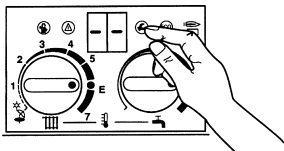

Рис. 52
- Нажать на сервисклавишу и держать, пока на дисплее не высветится "--", (рис. 52).